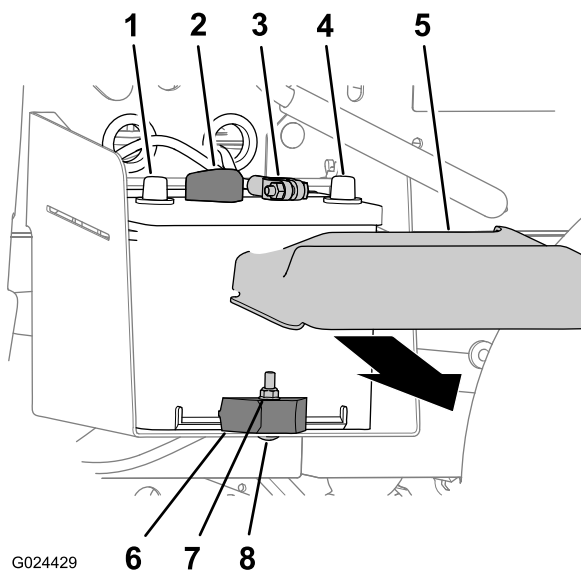

Figure 56
1. Appuyez de chaque côté du couvercle de la batterie et enlevez le couvercle en haut de la batterie (Figure 56).
- Débranchez le câble négatif (noir) de la borne de la batterie (Figure 56).
- Débranchement du câble positif (rouge) de la borne de la batterie (Figure 56)
- Retirez le contre-écrou, le boulon de carrosserie et la barrette qui fixent la batterie à son support (Figure 56).
- Enlevez la batterie de son support (Figure 56).
- Alignez la batterie sur son support sur la machine (Figure 56).
**Remarque:** Vérifiez que les bornes positive et négative de la batterie sont alignées comme montré à la Figure 56.
- Fixez la batterie à son support au moyen de la barrette de maintien, du boulon de carrosserie et du contre-écrou (Figure 56).
- Rebranchez le câble positif (rouge) à la borne de la batterie (Figure 56).
- Rebranchez le câble négatif (noir) à la borne de la batterie (Figure 56).
- Reposez le couvercle au sommet de la batterie (Figure 56).